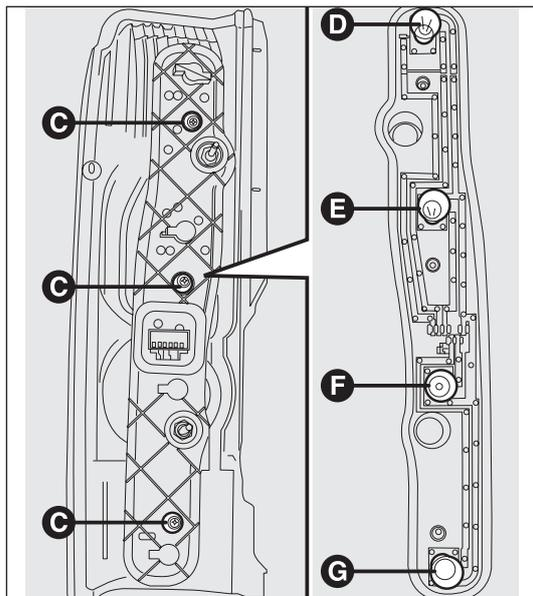

fig. 191
- svitare le viti C-fig. 191 mediante il cacciavite in dotazione ed estrarre il portalampage;